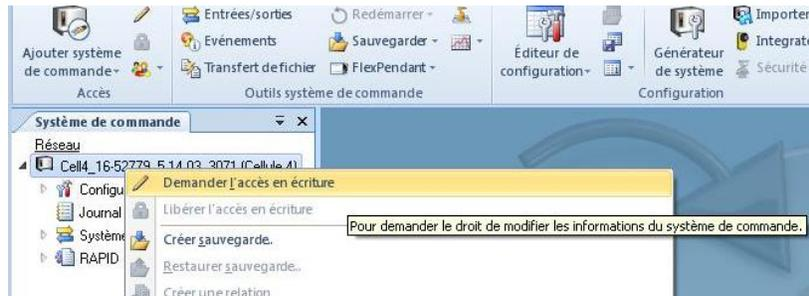

FIGURE 8 – DEMANDE D'ACCÈS EN ÉCRITURE
1. Placer une demande d'accès au contrôleur en écriture en cliquant avec le bouton de droite sur le contrôleur, comme montré à la Figure 8.